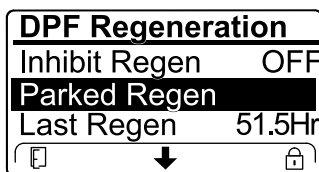

Figure 49
- Si le calculateur moteur préconise une régénération d'urgence ou est en train de procéder à une régénération d'urgence et que vous défilez jusqu'à l'option PARKED REGEN (régén. en stationnement), la régénération en stationnement se verrouille et l'icône de verrouillage (Figure 49) apparaît en bas à droite de l'InfoCenter.